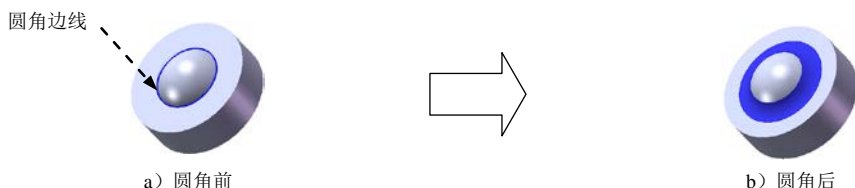

图 15.2.7 圆角 1
(3) 定义拉伸深度属性。
① 定义深度方向。采用系统默认的深度方向。
② 定义深度类型和深度值。在“凸台—拉伸”对话框 **方向 1** 区域的下拉列表中选择 **给定深度** 选项, 在  中输入深度值 0.5。选中 ☒ **合并结果(M)** 复选框。
(4) 单击  按钮, 完成凸台—拉伸 1 的创建。
Step4. 创建图 15.2.7 所示的圆角 1。
(1) 选择命令。选择下拉菜单 **插入(I)** → **特征(F)** →  **圆角(U)...** 命令 (或单击  按钮), 系统弹出“圆角”对话框。
(2) 定义圆角类型。采用系统默认的圆角类型。